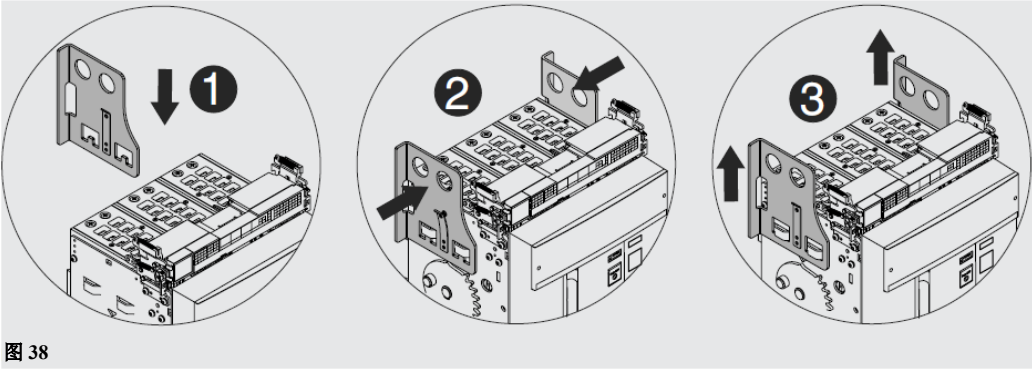

图 38
2. 将起吊板置于移动部分上，并确保起吊板舌扣已扣紧。见图 38。